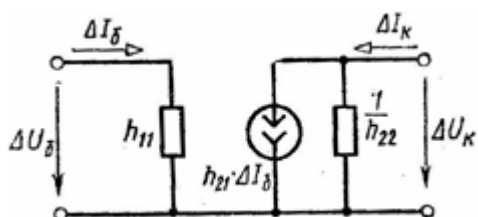

Рис. 8
В соответствии с уравнениями (1) на рис. 8 изображена схема замещения транзистора для переменных составляющих токов и напряжений при $h_{12} = 0$. Для расчёта параметров усилителя необходимо определить h -параметры вблизи рабочей точки по семействам соответствующих характеристик.